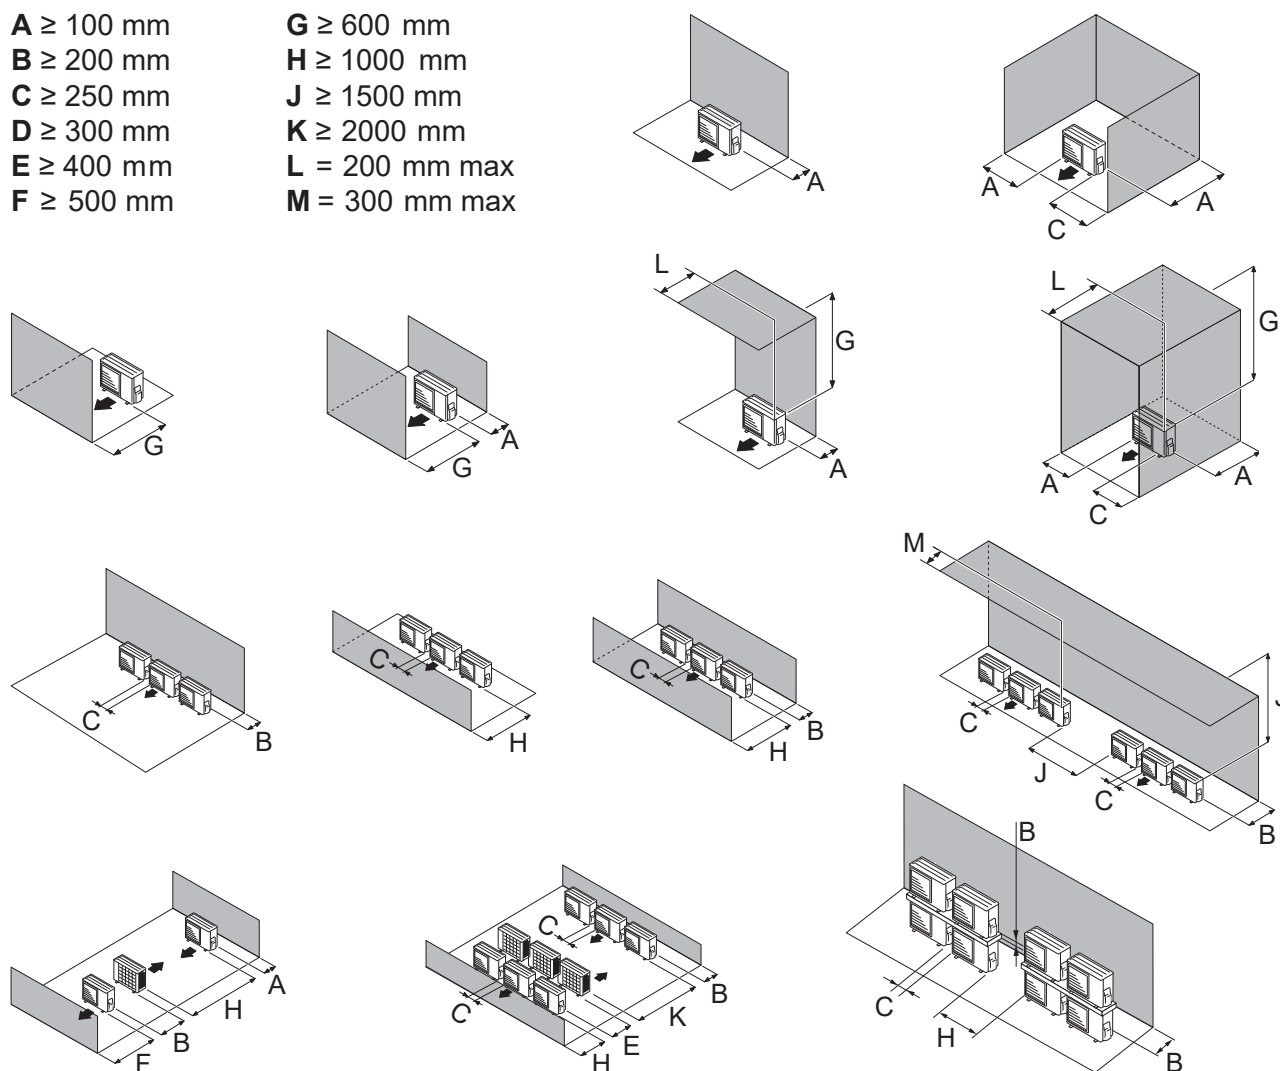
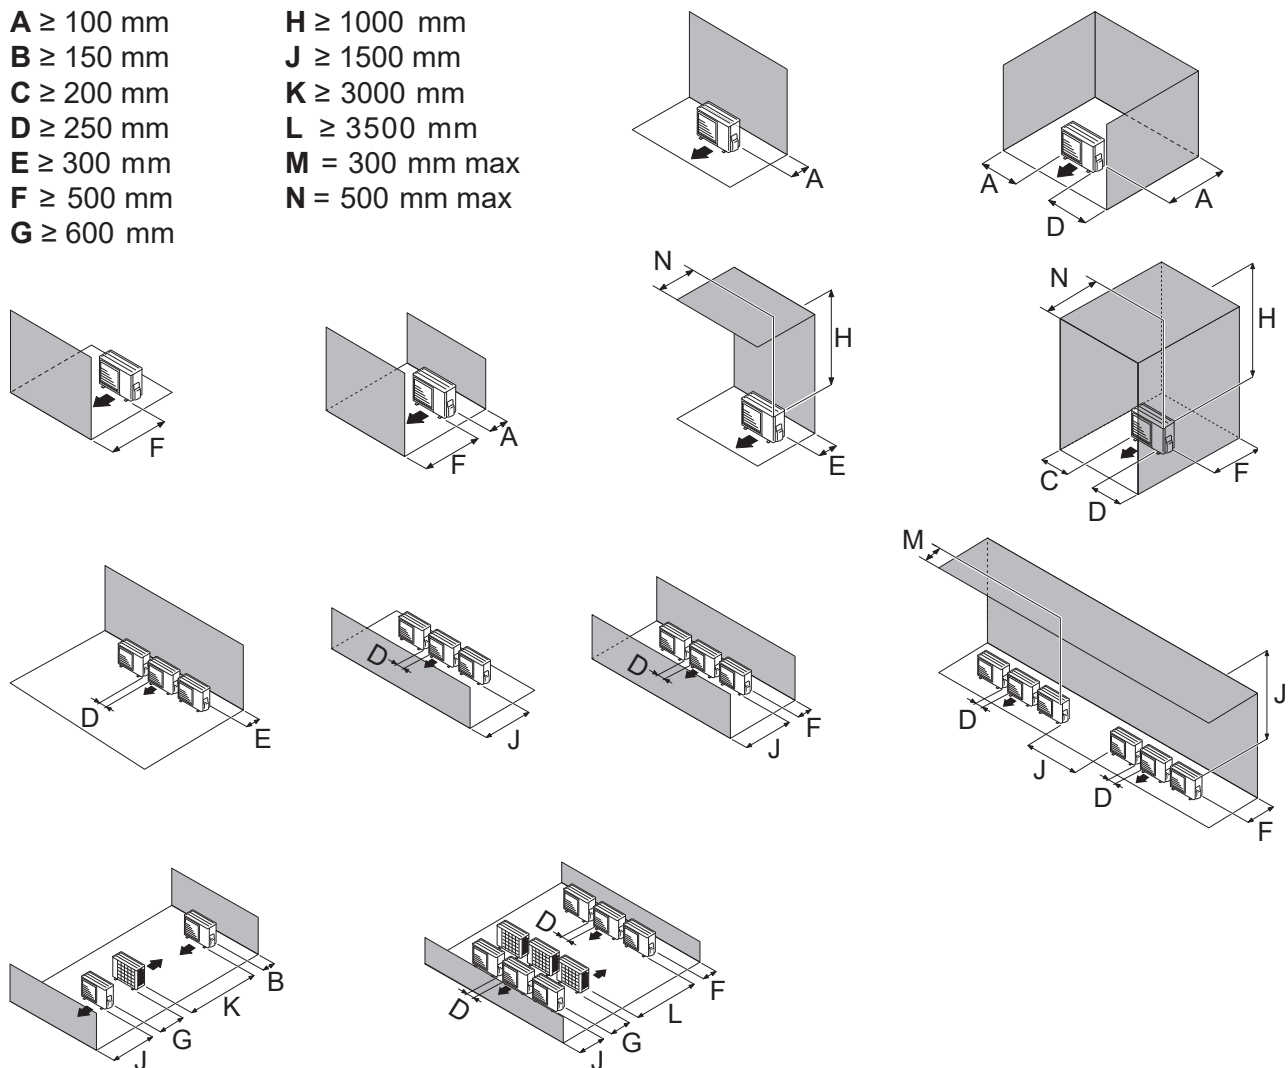

fig. 16 - Dégagements minimum d'installation autour de l'unité extérieure (modèle 8)
fig. 17 - *Dégagements minimum d'installation autour de l'unité extérieure (modèle 10)*
- L'appareil doit être parfaitement accessible pour les travaux d'installation et de maintenance ultérieurs (fig. 16 et fig. 17, page 18).
- Aucun obstacle ne doit entraver la circulation de l'air à travers l'évaporateur et en sortie du ventilateur (fig. 16 et fig. 17, page 18).